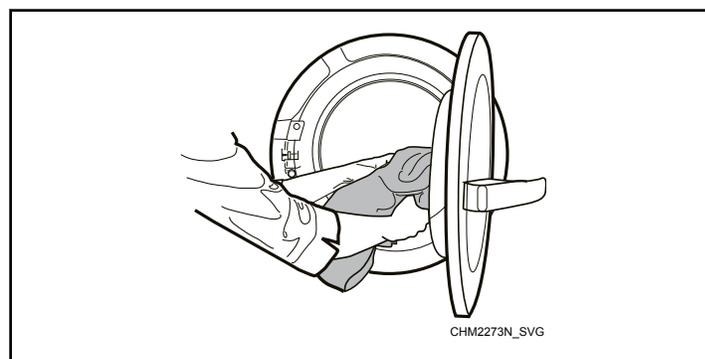

Figure 3
2. Charger la machine. Se reporter à la *Figure 3*.